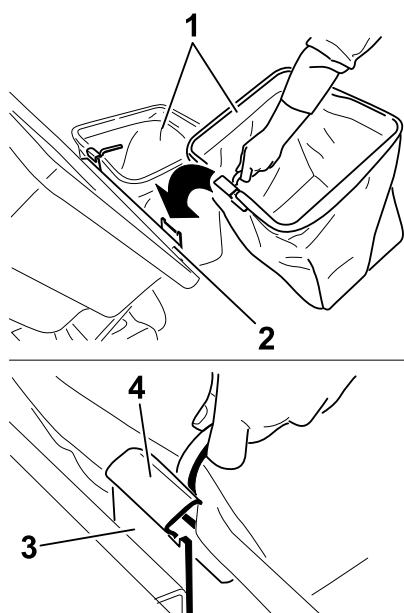

Figure 30
5. Pour installer les sacs, glissez les crochets du cadre sur les pattes de retenue (Figure 30).